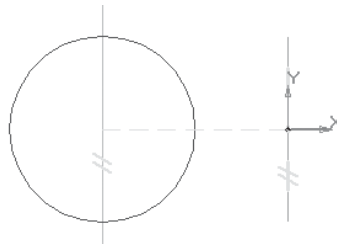

Рис. 9.18
- Постройте окружность радиусом **20 мм** (рис. 9.18).